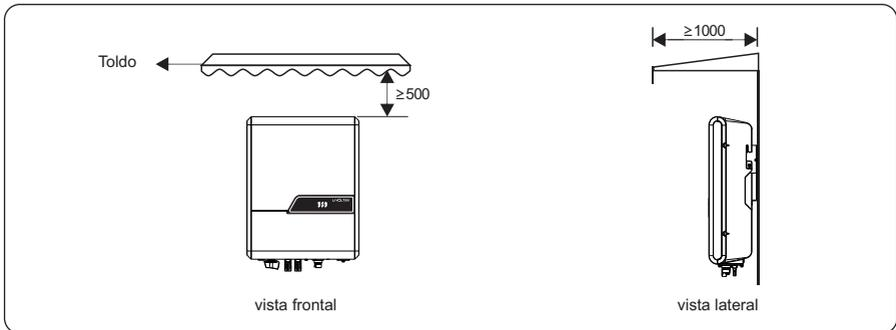

Figura 4.3 Ambiente de instalação com toldo (unidade: mm)
- c. O inversor deve estar livre de exposição direta à luz solar, chuva ou neve para prolongar sua vida útil. Recomenda-se que o inversor seja instalado em local abrigado. Se nenhum abrigo estiver disponível, construa um toldo, conforme mostrado na Figura 4.3.